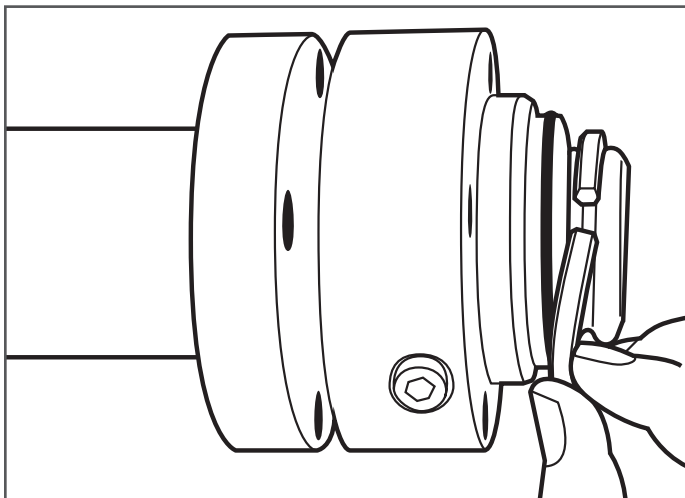

Figure 7-19
20. Glissez la partie arrière et centrale du raccord sur le tuyau et insérez les anneaux fendus dans le creux de la première ondulation la plus proche de la partie centrale du raccord (Figure 7-19).